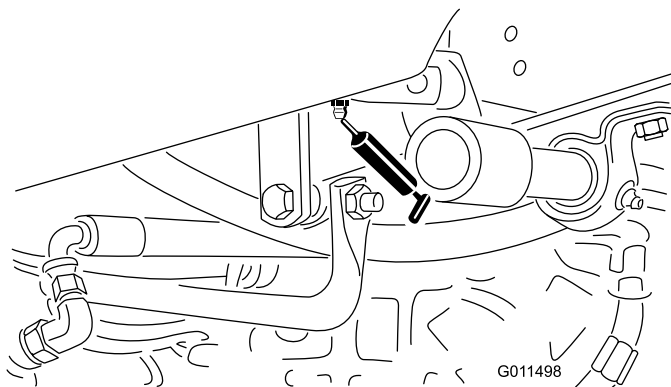

Figure 37
- Bague de pivot de pédale de déplacement (1) (Figure 37)